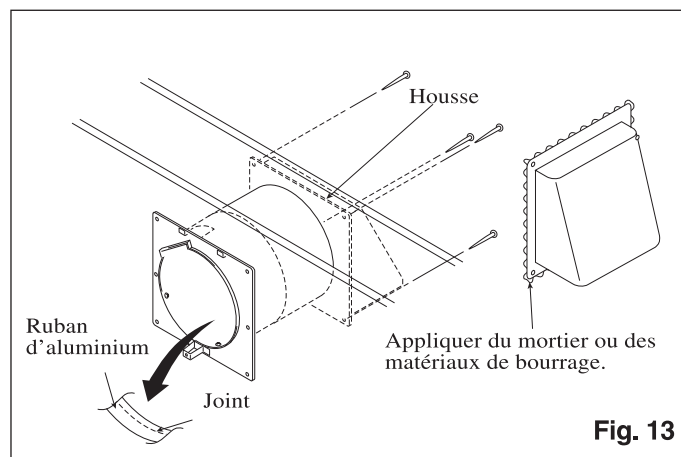

Fig. 13
7. Introduire de l'extérieur la housse fournie en accessoire pour recouvrir la traversée la fixer avec quatre vis ou clous. Recouvrir le joint entre la traversée de mur et la housse à l'aide d'un ruban d'aluminium et appliquer du mortier ou des matériaux de bourrage autour de la bride de housse afin d'éviter la pénétration de la pluie. (Fig. 13)